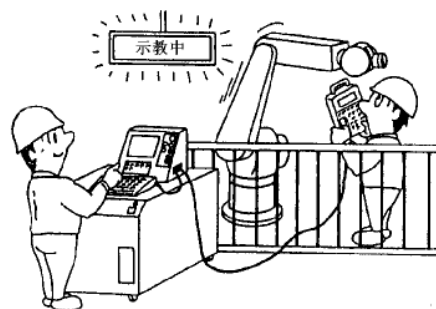

图 4-4
④. 当需要示教/检查机器人，而进入安全围栏时，操作人员必须将安全插随身带在身上进入，以免有人意外操作机器人。同时，请在控制器前指派一个监察员，用于监控各操作，并能随时准备按紧急停止按钮。监察员也必须是完成了特别培训课程的员工。（如上图4-4）
⑤. 清晰地显示操作模式，例如：自动模式，示教中，紧急停止中等等信息。这样每个人都可以看到机器人当前的运动情况。